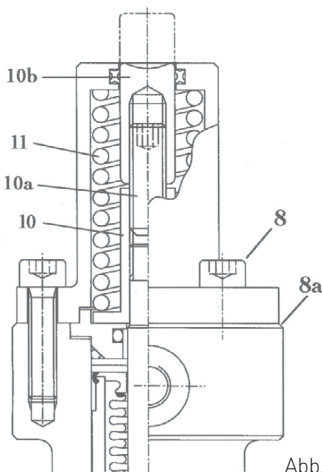

Abb. 16
- 1 Nur Einheiten mit Bajonettadapter (Spindeldichtungen Typen D) (siehe Abb. 16)